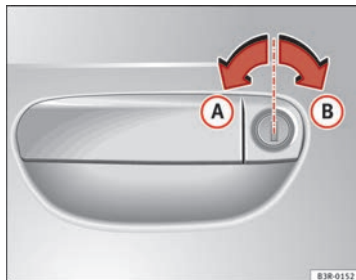

Abb. 70 Schlüsseldrehungen zum Öffnen und Schließen
- Drehen Sie den Schlüssel im Schloss der Fahrertür in Öffnungsstellung **A** ⇒ Abb. 70 nach links.
- Drehen Sie den Schlüssel im Schloss der Fahrertür in Schließstellung **B** ⇒ Abb. 70 nach rechts ⇒ ⚠.
Drehen Sie hierzu den Schlüssel im Schloss der Fahrertür **zweimal** hintereinander in kurzer Folge in Schließstellung **B** ⇒ Abb. 70.